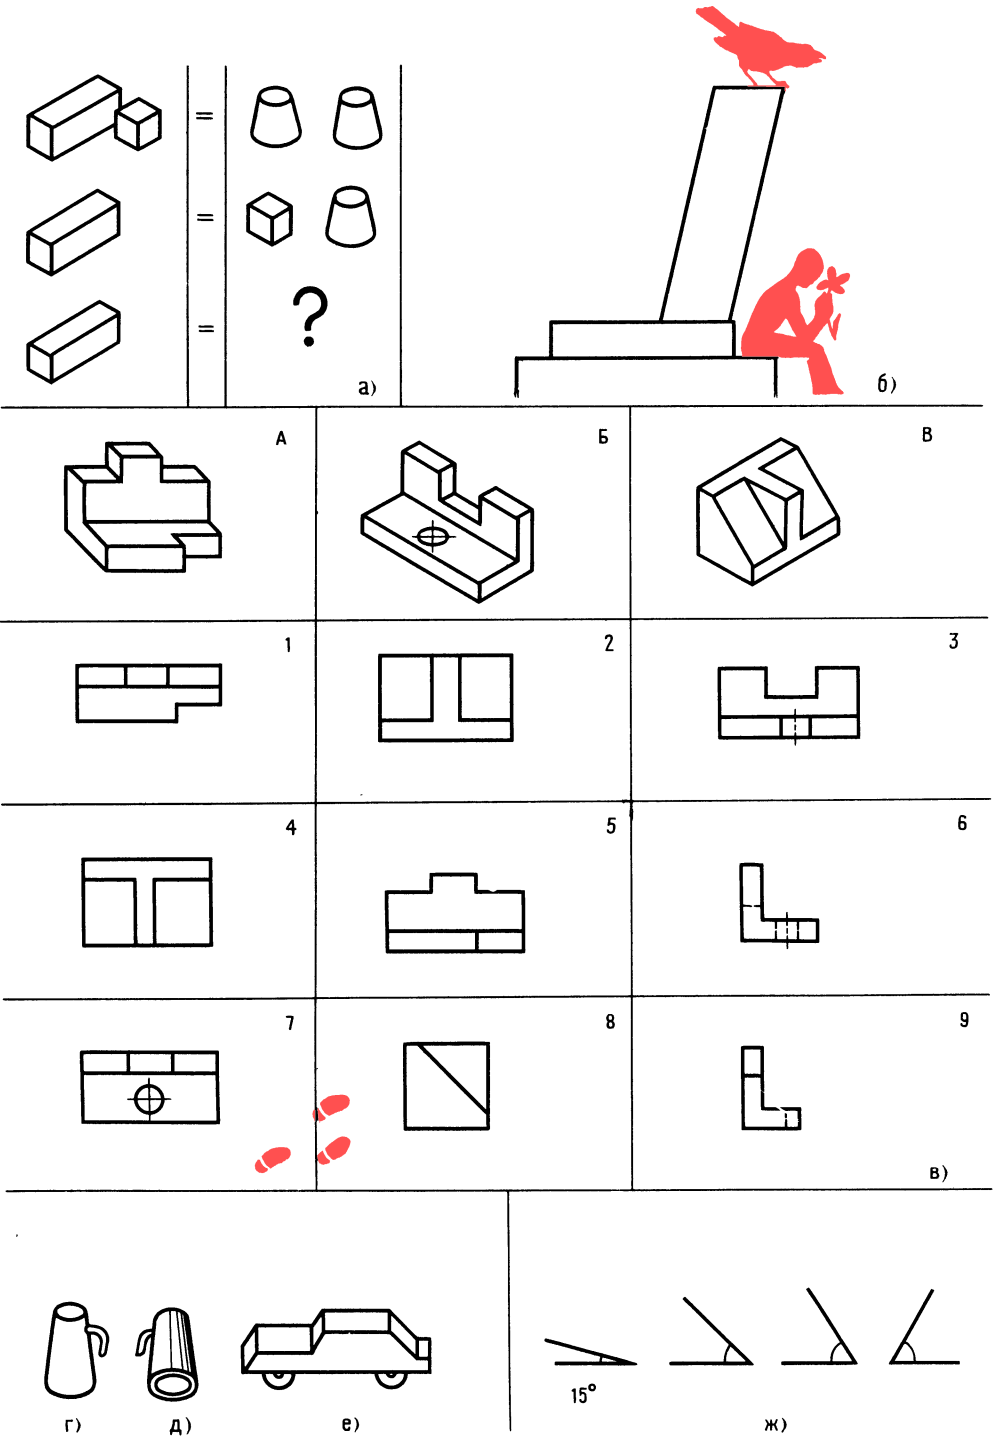

Рис. 49. К задачам 64, 72, 73, 76 и 77
64. Сколько небольших брусков надо положить на весы, чтобы уравновесить один брусок? (рис. 49, а) [5].
72. На рис. 49, б изображен вид спереди на пьедестал, на котором установлен столб прямоугольного сечения (Мешалкин сдвинул его на край пьедестала). Известно, что если точка центра тяжести не выходит за пределы основания предмета, то последний не упадет. Известно и другое. Центр тяжести изображенной фигуры находится в точке пересечения диагоналей. Спроецируйте точку центра тяжести и определите, упадет ли столб. Но прежде чем определить устойчивость столба, ответьте на следующий вопрос: если все-таки предположить, что столб упадет, придавит он Мешалкина или нет?
73. К техническим рисункам [3], выполненным в аксонометрических проекциях, обозначенных буквами А, Б, В, найдите изображения видов спереди, сверху, слева, обозначенных цифрами 1—9 (см. рис. 49, в).
76. На рис. 49, *г* изображен предмет (кувшин), видимый одновременно спереди и сверху, а на рис. 49, *д* изображен тот же предмет, но видимый сзади и снизу. Попробуйте представить в таком же ракурсе другой предмет (рис. 49, *е*).
77. Посмотрите на угол 15° и определите на глаз, сколько градусов в каждом из остальных трех углов (рис. 49, *ж*).